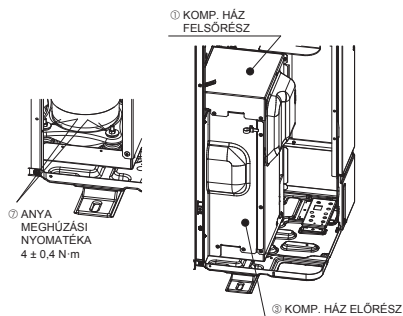

Fig. 4-2
- A KOMP. rögzített alkatrészeinek eltávolítása után húzza meg a csavaranyákat, és állítsa vissza a KOMP.HÁZ FELSORÉSZ és a KOMP.HÁZ ELŐRÉSZ eredeti állapotát. (Fig. 4-2)